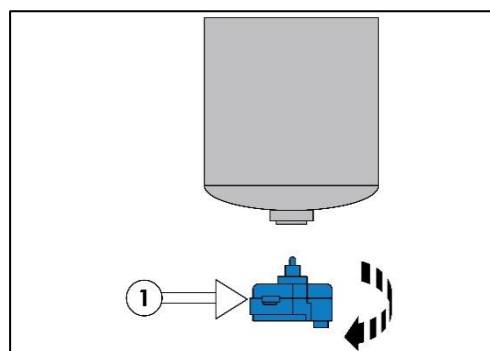

Fig. 257 – WATERSENSOR
3. Koppel de elektrische stekker van de watersensor (Item 1 in Fig. 257) los.
4. Draai de watersensor (Item 1 in Fig. 257) linksom los om het water af te tappen.